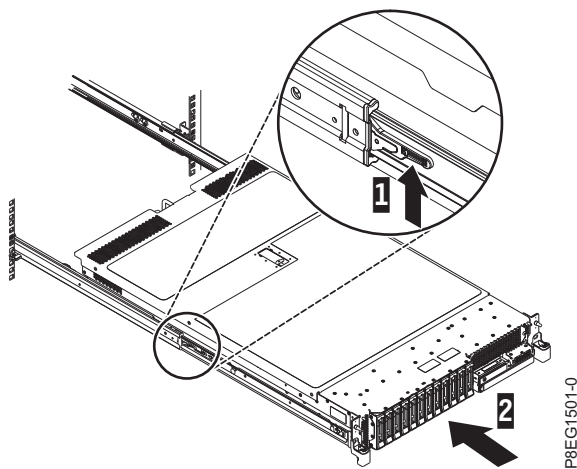

図 8. リリース・ラッチを持ち上げて、サーバーをラックに押し込む
3. スライド・レールにある青色のリリース・ラッチ (1) を引き上げ、サーバー (2) を所定の位置に収めるまでラックの中に押し込みます。詳しくは、8 ページの図 8 を参照してください。